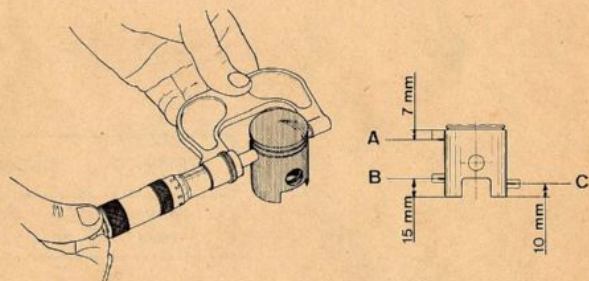

FIG. 36 Controllo pistone
- 10) ESEGUIRE l'accoppiamento cilindro-pistone. Misurare il pistone con un micrometro centesimale nella posizione di accoppiamento (vedi fig. 36) quindi sommando tale misura al valore del gioco di accoppiamento riportato in tabella si ottiene il diametro della canna del cilindro adatto.